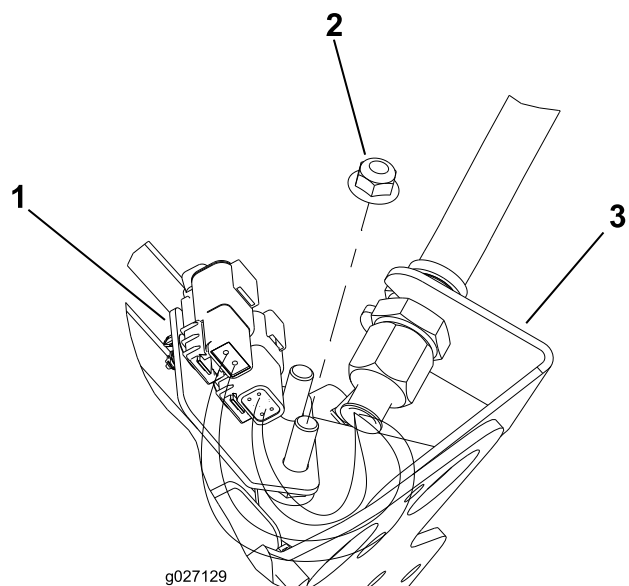

Figura 12
6. Repita el procedimiento en los 4 pasamuros restantes, según lo indicado en las figuras (Figura 12 a Figura 15).